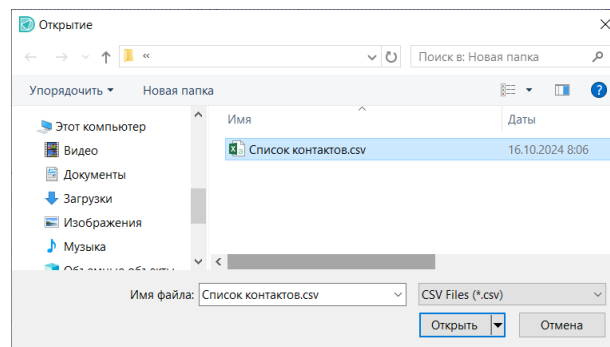

Рис. 262 Выбор файла для импорта контактов
- Выберите в окне проводника нужный файл с описанием контактов и нажмите «Открыть», см. Рис. 262.